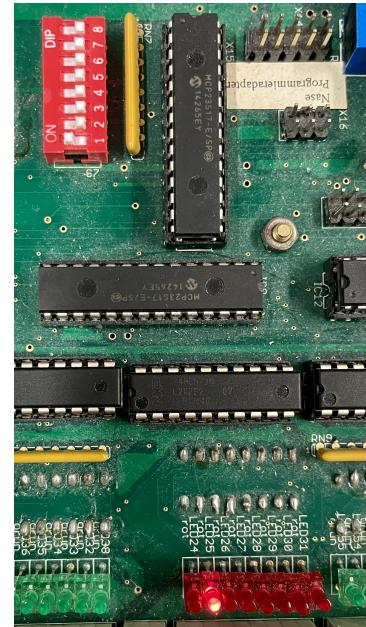

Abb. 5.1: DIP-Schalter
**Durchführung** In einer endlos laufenden Schleife soll der Wert des DIP-Schalters (in Abbildung 5.1 oben links), welcher Teil des B15-Boards ist, abgefragt und die entsprechenden Zustände ausgeführt werden. Steht der Schalter auf 0, soll das Programm *Zustand A* einmal ausführen. Sollte der Wert 1 sein, wird *Zustand B* einmal durchlaufen. In Zustand A wird der Wert des Blocks BE-0 ausgelesen, von 255 subtrahiert und das Ergebnis auf BA-0 geschrieben, wie in Abbildung 5.2 auf der nächsten Seite gezeigt. In Zustand B werden zwei Zählerschleifen nacheinander ausgeführt, welche den Dezimalwert der aktuellen LED halbieren bzw. verdoppeln und ihn mit einer leichten Verzögerung, die dem Knightrider Muster ähnelt, auf den Ausgang BA-0 schreibt. Der Quelltext kann nachfolgend entnommen werden.